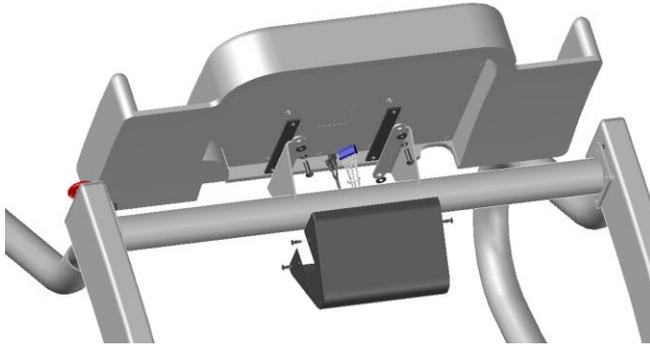

Figura 5-2
4. La Figura 5-2 muestra los componentes de montaje incluidos con el envío de la máquina para caminar. El kit contiene: